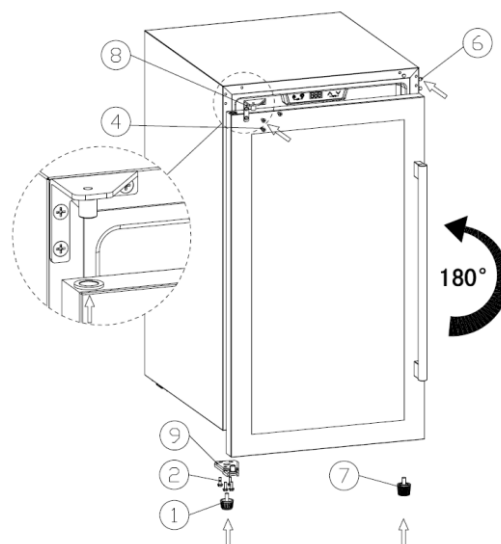

Figura 2
4. (Figura 2) Monta la cerniera superiore sinistra (8) — la cerniera extra, imballata separatamente — e serra le viti (4).
5. (Figura 2) Ruota la porta di 180° così che la maniglia sia a destra. Monta la porta in modo che il foro nel suo angolo superiore si innesti nel fermo della cerniera superiore sinistra (8); monta la cerniera inferiore sinistra della porta (9) e serra le viti (2); monta il piedino corto del mobile (1) in basso a sinistra e il piedino più lungo del mobile (7) a destra; infine rimonta il copriforo della cerniera (6).